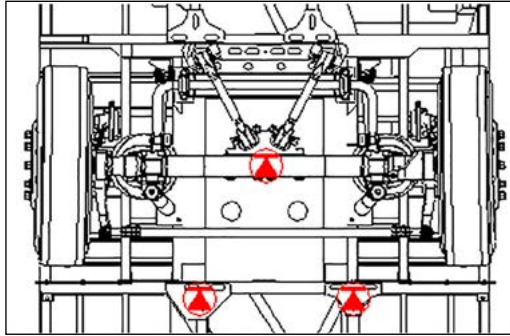

Figura 3-4-1 Pontos de elevação do eixo dianteiro
4. Levante o chassi a uma altura adequada, certificando-se de que o veículo esteja seguro e de que o macaco esteja aplicado nos pontos corretos (conforme indicado na *Figura 3-4-1*).